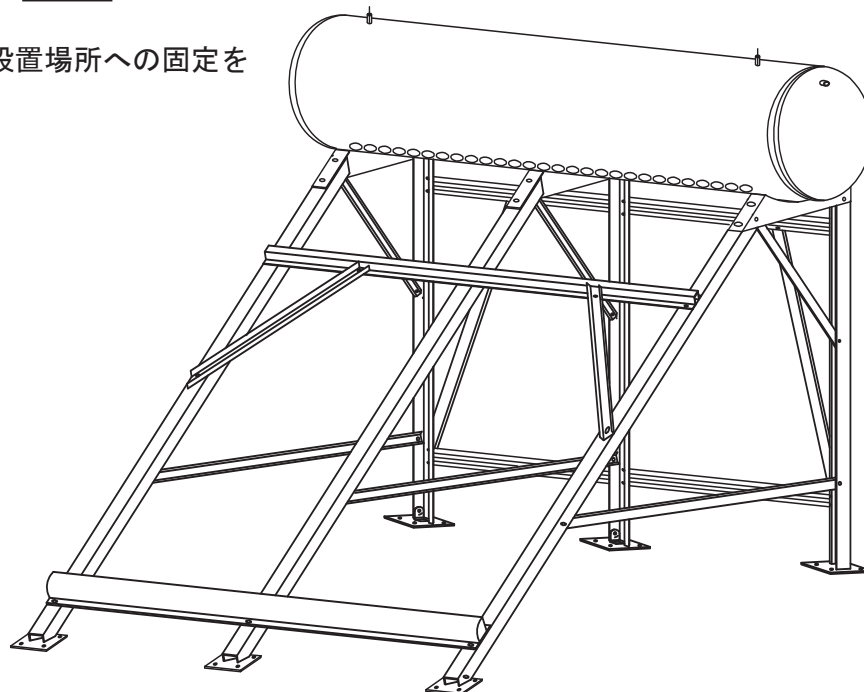

図 3
(3) 貯湯槽の組立
- 貯湯槽①の下部にM8ボルトナットが取り付けられていますのでタンクホルダー⑥に差し込んでください。真空管差込口がフロントフレーム側に来るように設置してください。完成図が 図3 となります。